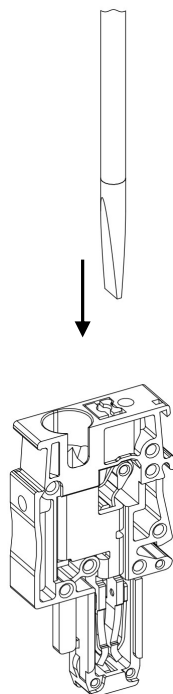
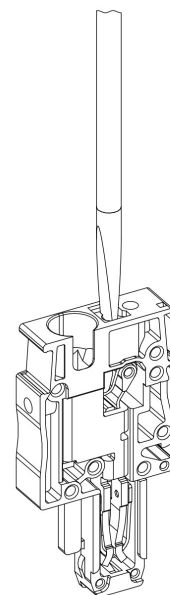

Рисунок 37 – ввод отвертки для открытия зажима
Рисунок 38 – открытый зажим
- Надавите отверткой на кнопку, чтобы открыть точку подключения для ввода проводника (рис. 37; рис. 38).